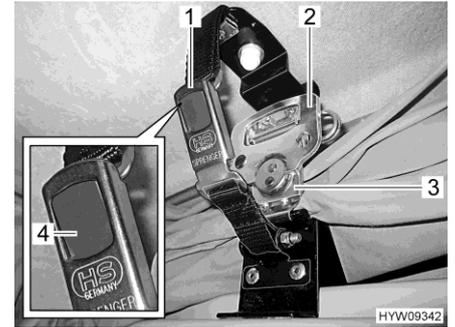

Fig. 24 Bloqueo
- Tirar hacia abajo del cierre rápido (Fig. 24,3) y engancharlo en la placa de retención en ambos lados.
- De cada lado, plegar el asidero (Fig. 24,2) del cierre rápido hacia fuera y girarlo media vuelta en sentido de las agujas del reloj.
- De cada lado, encajar las dos partes del cierre de hebilla (Fig. 24,1). El pulsador gris (Fig. 24,4) engatillará.